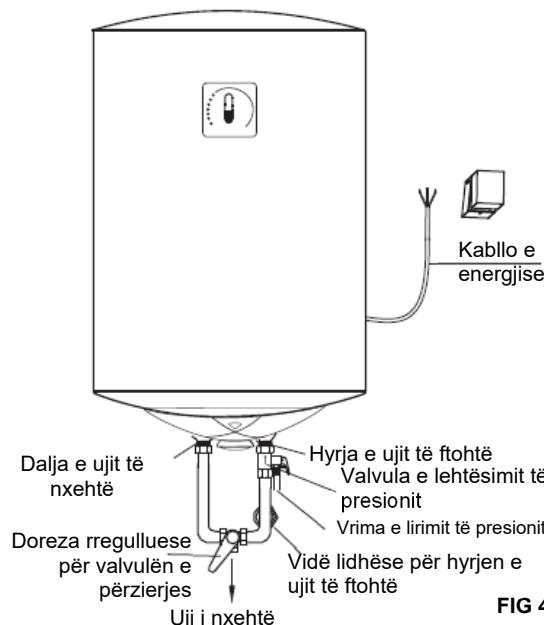

FIG 4
- Pér tē shmangur rrjedhjet gjatë lidhjes së tubacioneve, guarnicionet e gomës së pajisur me ngrohës duhet tē shtohen në fund tē fijeve pér tē siguruar nyje rezistente ndaj rrjedhjeve (shih Fig.4).